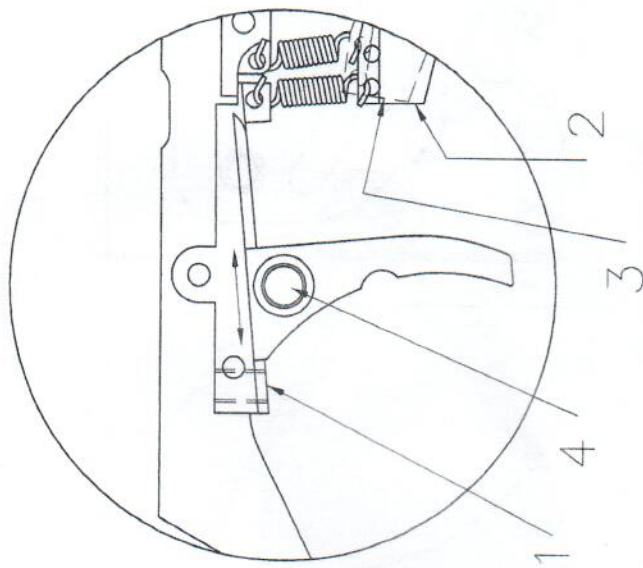

FIG. 4
4. Réglage du dispositif de visée (Fig. 4)